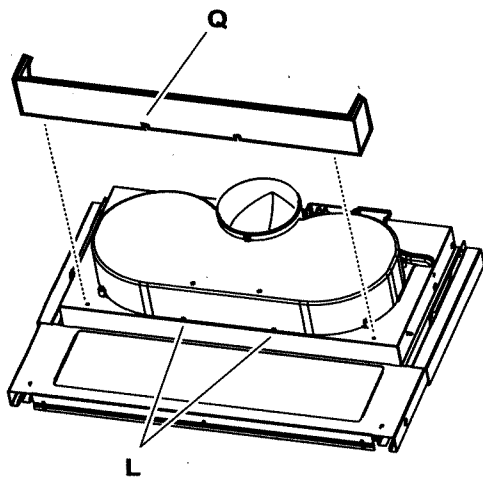

Fig. 3 - Abb. 3 - Afb. 3
- Vom Innern der Haube aus die Abdeckblende **Q** (sofern mitgeliefert - Abb. 3 - die Laschen **L** auf dem Haubenkörper dienen der zusätzlichen Befestigung der Blende und müssen bei aufgesetzter Blende sichtbar sein) mit zwei Schrauben befestigen.
3. Fix the aesthetic mask **Q** from the inside of the cooker hood using two screws, (if supplied - Fig. 3 - the **L** tabs present on the body of the cooker hood serve as further fixing for the mask and should be visible once the mask has been fitted).